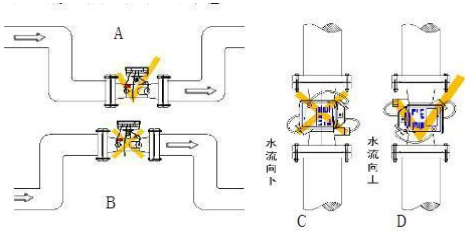

图5 热量表安装位置图
- ◇ 图 5 中 A 所示的安装方式是正确的，热量表安装在管道的下位，表的后端有背压，不会产生气泡影响测量精度，该图为水平安装方式；
- ◇ 图 5 中 D 所示的安装方式是正确的，这种安装位置也不会产生气泡，道理与 A 相同，该图为垂直安装方式；
- ◇ 图 5 中 B 所示的安装方式是错误的，热量表安装在管道的上位，容易积存气泡，影响测量精度。
- ◇ 图 5 中 C 所示的安装方式是错误的，这种安装位置为垂直安装上进水方式，这种方式是不允许的，表的后端不存在背压，可能造成管道中流体不能完全充满的现象，从而影响测量精度。